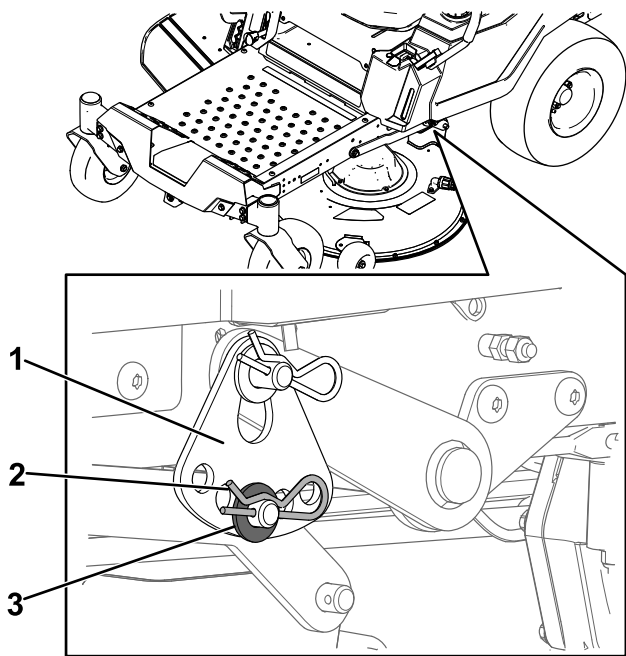

図 69
6. 下側昇降アームピンについているヘアピンコッターとワッシャを外す 図 69。